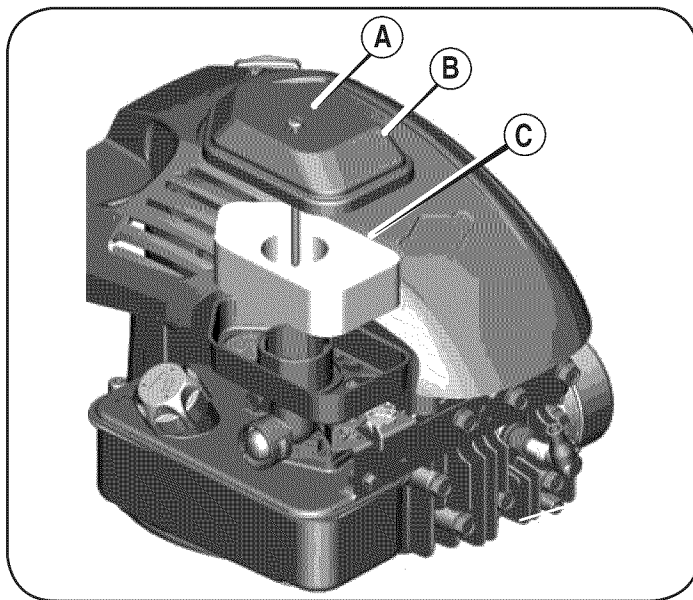

Figura 13
1. Remueva el tornillo (A) de la parte superior del conjunto del filtro de aire (B). Vea Figura 13.